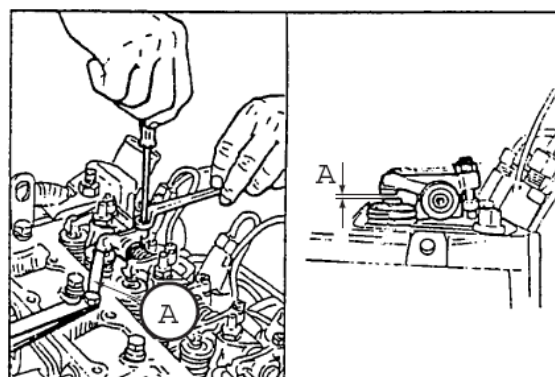

Рис.83.2
- Замерьте зазор А (рис.83.2) между торцом стержня клапана и бойком коромысла, который должен быть в пределах 0,15...0,20 мм. При необходимости регулировки ослабьте контргайку регулировочного болта на коромысле регулируемого клапана и, поворачивая винт, установите необходимый зазор по щупу (измерительной пластине) между бойком коромысла и торцом стержня клапана;